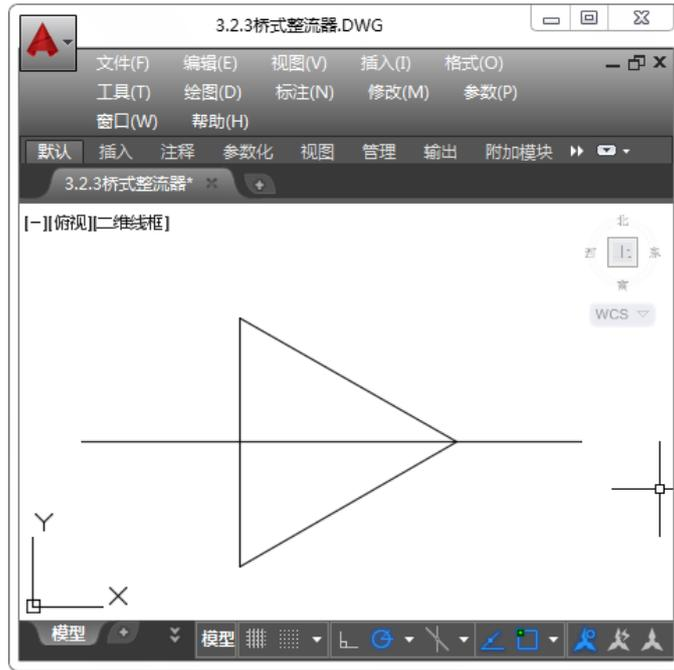

图 3-35 绘制三角形
Step06: 以垂线底部端点为起点, 用直线段连接斜线的底部端点, 绘制三角形, 如图 3-35 所示。